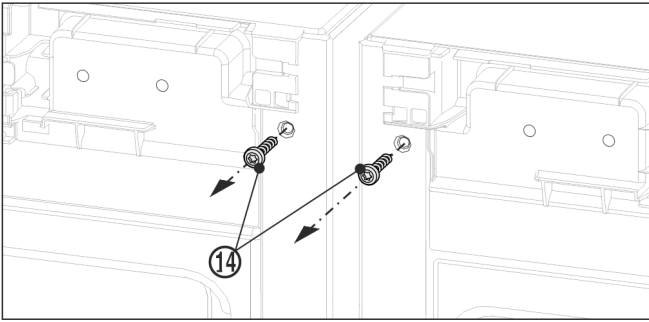

Fig. 11
- ▶ Перед монтажем верхнього кута викрутіть обидва гвинти заземлення Fig. 11 (14).